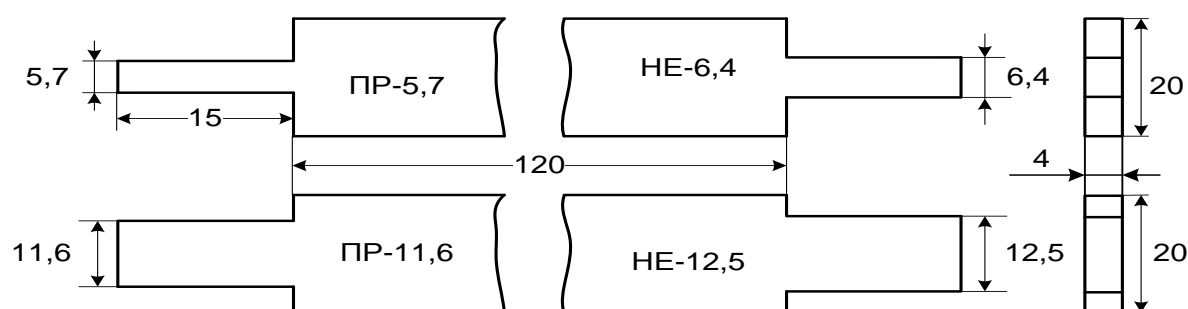

Рисунок 3. Шаблоны для проверки расстояния между контактными пружинами («ПР» - проходит, «НЕ» - не проходит).
7.6.4. При разных положениях крышек УЗП (поднятом и опущенном) и при выключенном положении курбельного контакта с помощью шаблонов, входящих в набор инструментов электромеханика СЦБ для ремонта и обслуживания стрелочного электропривода (см. рис. 3), произвести проверку расстояний между контактными пружинами контрольных и рабочих контактов автопереключателя следующим образом: